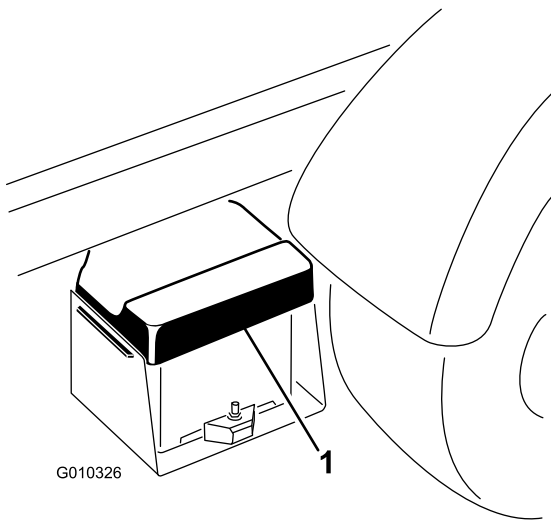

Bild 5
1. Drücken Sie die Batterieabdeckung zusammen, um die Nasen aus dem Batterieunterteil zu lösen (Bild 5).
2. Nehmen Sie die Batterieabdeckung vom Unterteil ab (Bild 5).
6. Fluchten Sie die Batterieabdeckung mit dem Batterieunterteil aus (Bild 5).
7. Drücken Sie die Batterieabdeckung zusammen, fluchten die Nasen mit dem Batterieunterteil aus und lassen die Batterieabdeckung los (Bild 5).